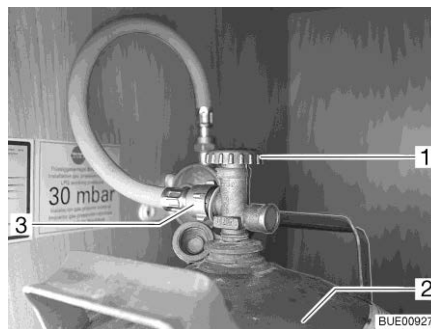

Bild 186 Gasbox
- Stäng huvudavstängningsventilen (Bild 186,1) på gasflaskan (Bild 186,2). Beakta pilriktningen.
- Skruva loss gasslangen (Bild 186,3) från gasflaskan.